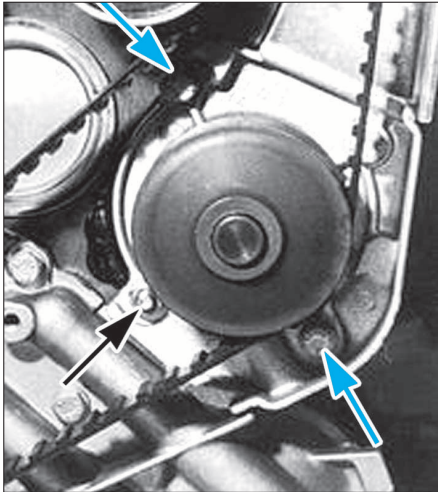

FIG. 12
- Déposer les vis de fixation (Fig.12), puis extraire la pompe à eau.